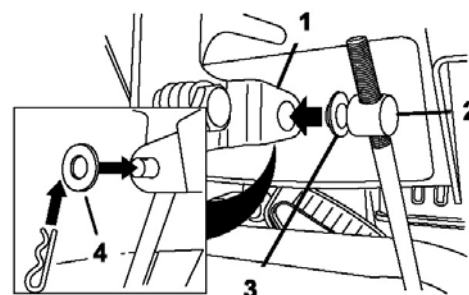

Рисунок 6.
3. Снимите шпильку и внешнюю шайбу с цапфы на верхнем конце штока переключения скоростей. (Рис. 6)
Уточнение: Чтобы упростить установку, оставьте плоскую шайбу на цапфе (Рис. 6)
- Д. Соедините цапфу с рычагом переключения скоростей (Рис. 6)